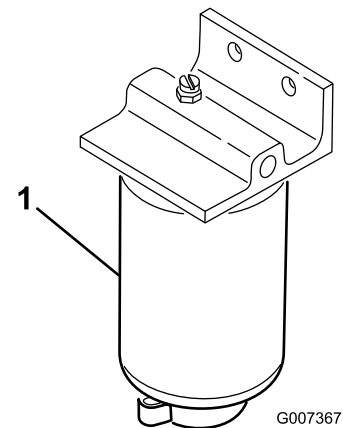

Figura 34
1. Coloque un recipiente limpio debajo del filtro de combustible (Figura 34).